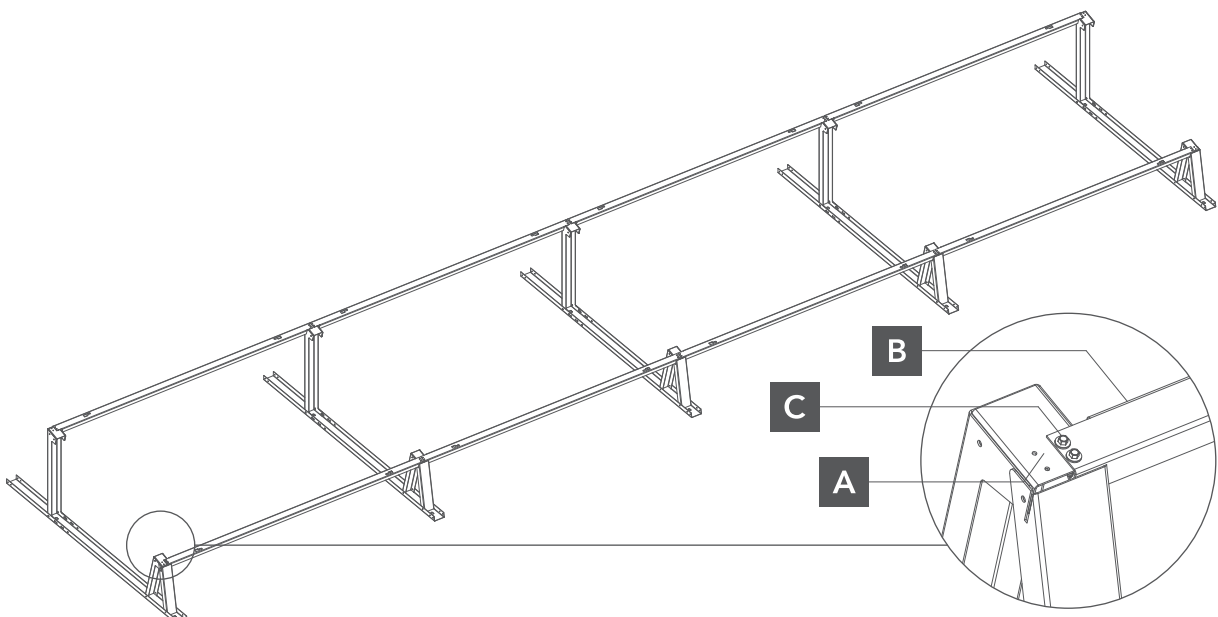

Abb. 3. Befestigung des Trägers an dem Montagetriangel
- 2 Anschließend sollte man den Anschlusswinkel an den Montageträger justieren und mit Blechschrauben befestigen (Abb. 3).